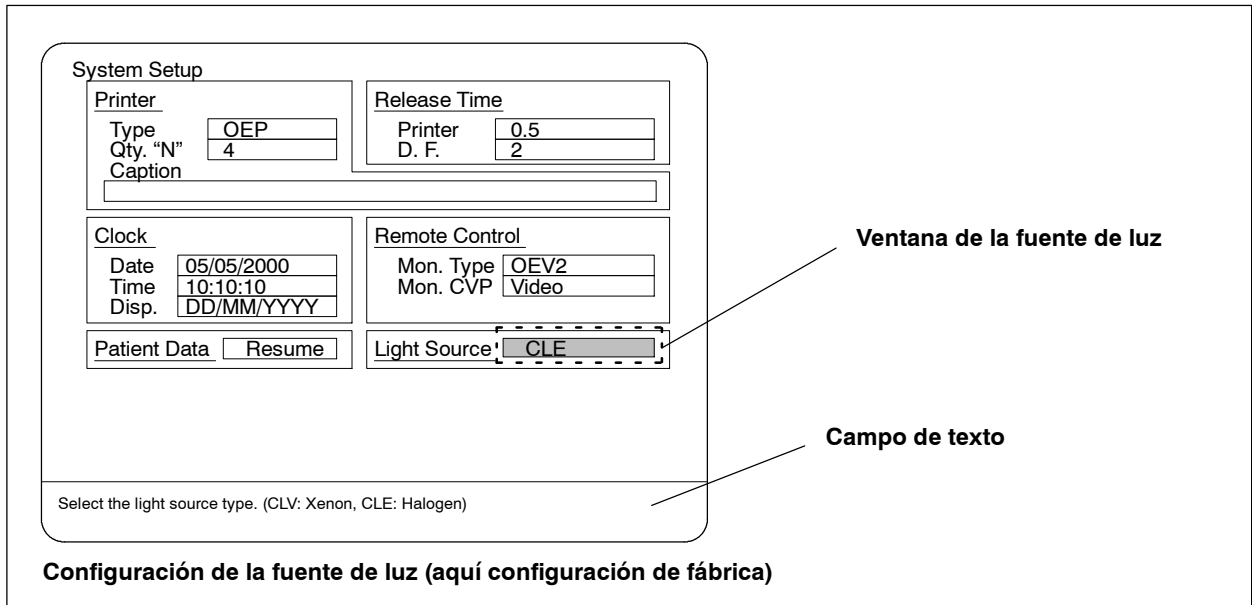

Figura 6.13
1. En la ventana “Light Source” aparecerá la configuración actual (valores de fábrica o ya modificados). Si desea cambiar alguno de los valores pulse la tecla “↑” ó “↓” para marcar la ventana de la fuente de luz (ver figura 6.13).
- La figura 6.13 muestra la configuración de fábrica.